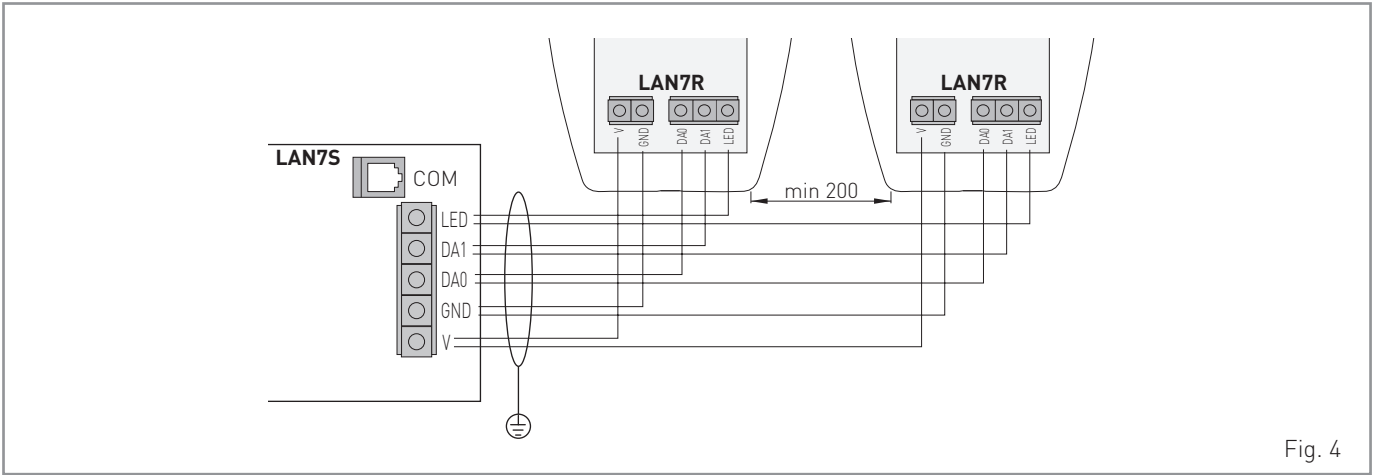

Fig. 4
- Collegare la scheda LAN7R all'unità di gestione LAN7S mediante cavo schermato tipo antifurto (non fornito) come indicato in fig. 4 (collegare la schermatura al morsetto di terra).
- Collegare l'unità di gestione LAN7S all'unità di lettura LAN7R come indicato in fig. 4.
- Connect the card LAN7R to the LAN7S control unit by means of a burglarproof-type screened cable (not supplied) as shown in fig. 4 (taking care to connect the screening to the earth terminal).